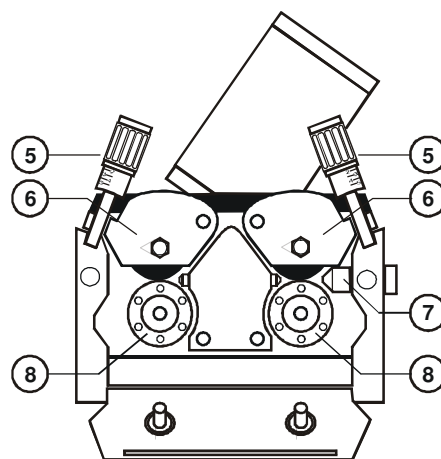

Fig.2
- Los rodillos (8-fig.2) y la punta de contacto del soplete (9-fig.3) deben corresponder al diámetro de hilo a utilizar.
- Conducir el hilo por los rodillos (8-fig.2) y la guía del hilo (7-fig.2) avanzándolo a la mano unos centímetros. Cerrar las palancas de tracción (6-fig.2) verificando que el hilo está posicionado sobre la ranura del rodillo. Para ajustar la presión de las palancas de tracción sobre el hilo debe apretar-se cuidadosamente el tornillo de regulación (5-fig.2) hasta verificarse que el hilo avanza. Este ajuste debe ser completado con la maquina en funcionamiento evitando ajustes muy forzados que provocan aplastamiento del hilo.